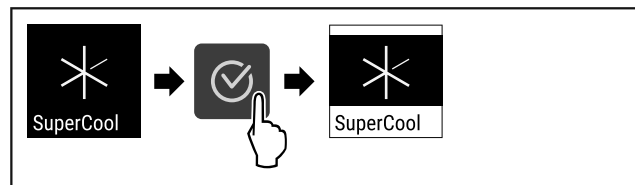

Fig. 70
- ▶ Handlungsschritte (siehe Fig. 70) durchführen.